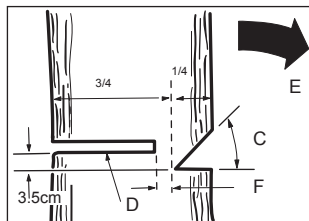

FIG. 1
Normalement, l'abattage consiste en deux coupes principales, l'entaille (C fig.1) puis la coupe (D fig.1) nécessaire à la chute de l'arbre.
- Commencer avec l'entaille supérieure (C) sur le côté de l'arbre en direction de la chute (E)
- L'entaille doit avoir une profondeur approximative (F) du quart du diamètre du tronc.
- Après l'entaille, effectuer la coupe (D) de l'autre côté de l'arbre à 3-5 cm au-dessus du niveau de l'entaille (fig 1).